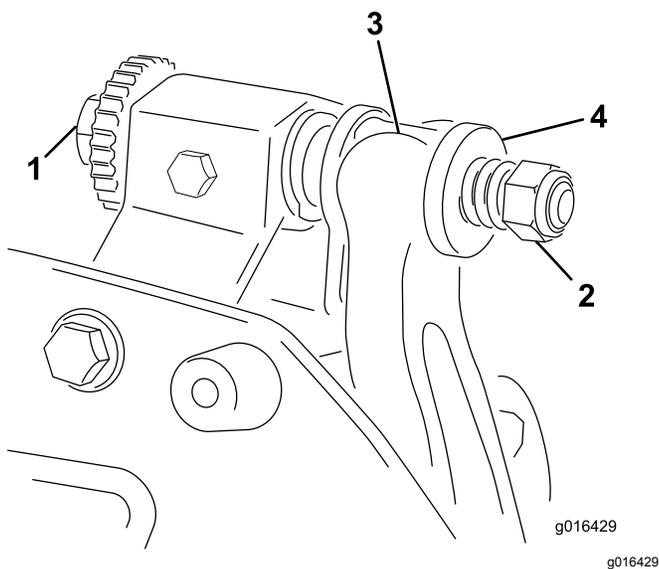

Figure 21
1. Tournez la vis de réglage de la barre d'appui dans le sens antihoraire pour éloigner la contre-lame du cylindre (Figure 21).
- Faites sortir l'écrou de tension du ressort jusqu'à ce que la rondelle ne soit plus tendue contre la barre d'appui (Figure 21).
- Montez la barre d'appui en positionnant les languettes de montage entre les rondelles et la vis de réglage de la barre d'appui (Figure 21).